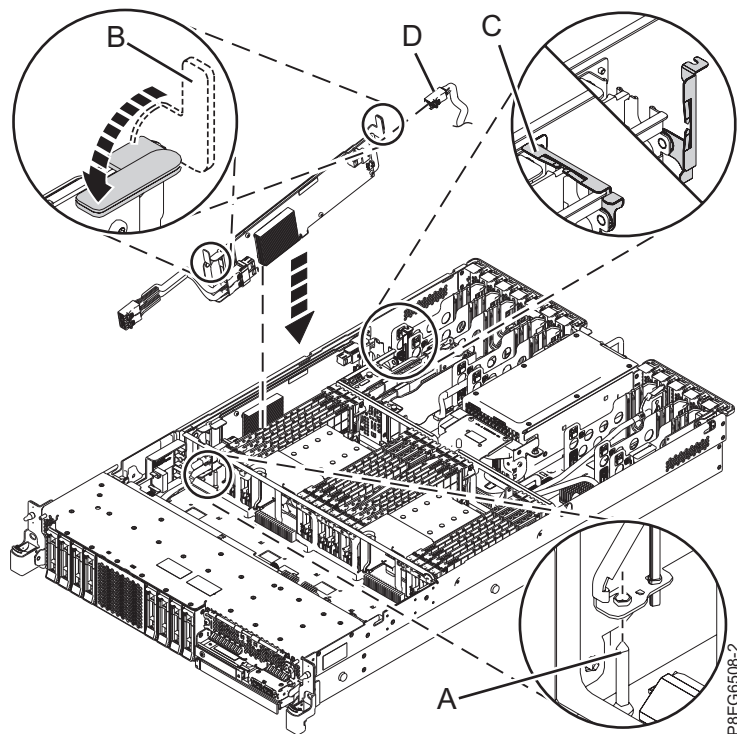

Figura 6. Sustitución del Adaptador interno PCIe3 x8 de memoria caché SAS RAID de 6 Gb
2. Vuelva a conectar el cable SAS frontal al conector P1 del adaptador interno SAS RAID antes de instalar el adaptador. Empuje el conector hasta que el pestillo haga clic. El extremo del cable que tiene la etiqueta de fabricación se conecta a la placa posterior de la unidad de disco. Consulte la Figura 6 en la página 9.
4. Vuelva a conectar el cable SAS posterior (D) al conector posterior del adaptador interno SAS RAID, como se muestra en la Figura 6 en la página 9.
5. Complete la instalación del adaptador interno SAS RAID encajándolo en su sitio. Asegúrese de que el adaptador esté instalado en la patilla (A). Presione hacia abajo el borde central superior de la tarjeta para fijarla firmemente el conector de la placa posterior del sistema.
6. Empuje las asas azules (B) en el sentido que se muestra. Consulte la Figura 6.
7. Empuje la pieza de retención de cable (C) en el sentido que se muestra. Consulte la Figura 6.